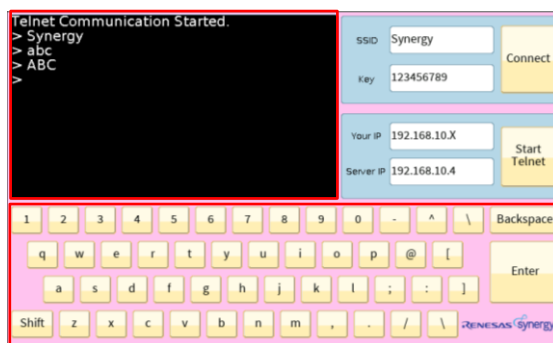

図 2-5 Telnet 通信時
4. 通信開始後は、簡易 Telnet サーバから受信した文字をコンソール画面に表示する。また、キーボードが押された場合は、対応する文字を簡易 Telnet サーバへ送信する（図 2-5）。